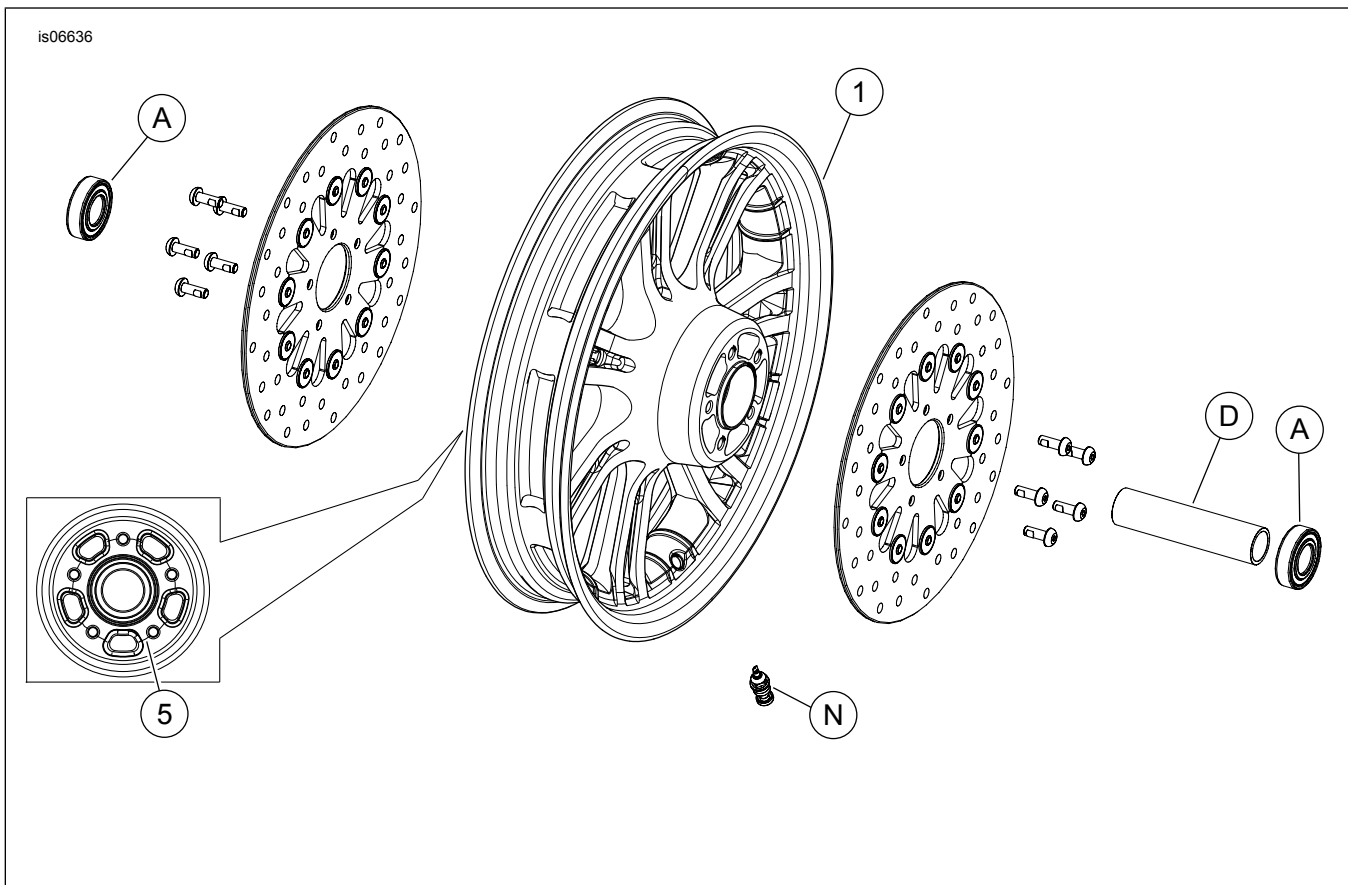

Figura 2. Piezas de servicio: KIT DE RUEDA DELANTERA TRIKE DE 14 RAYOS
2. Vea Figura 2. Instale el conjunto del vástago de la válvula (N) en la rueda. Vea NEUMÁTICOS en el Manual de servicio.
La rueda tiene una ranura maquinada (artículo 5, Figura 2) en la cara del cubo para identificar el lado derecho.